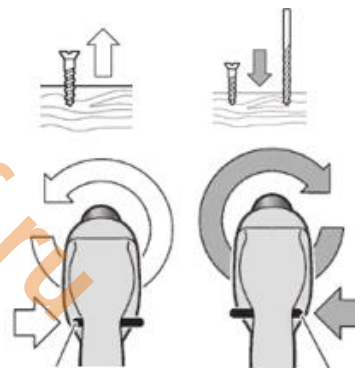

РИСУНОК 2.3.1. УСТАНОВКА НАПРАВЛЕНИЯ ВРАЩЕНИЯ.
Для вращения вправо (для сверления и закручивания винтов и шурупов) прижмите переключатель направления вращения влево до упора (рисунок 2.3.1.).
Для вращения влево (для ослабления и выворачивания винтов и шурупов или отвинчивания гаек) прижмите переключатель направления вращения вправо до упора (рисунок 2.3.1.).
1. Переведите переключатель режима «4» (рисунок 2.3.1.) на отметку «сверление».